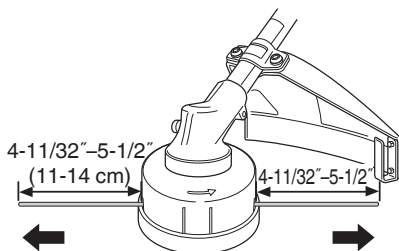

Fig. 26
- (7) La longueur initiale du fil de coupe devrait être d'environ 4-11/32"~5-1/2" (11 à 14 cm), égale des deux côtés. (Fig. 26)